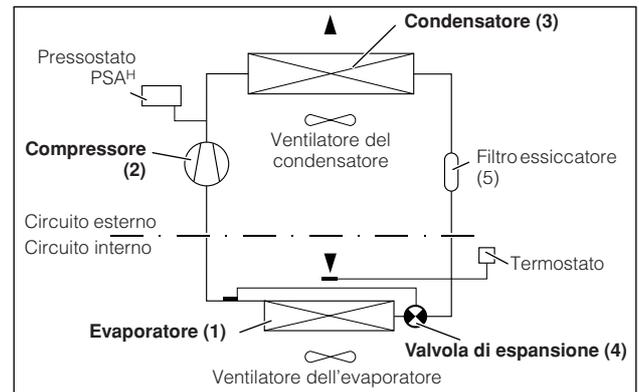

Fig. 2: Circuito frigorifero
Il condizionatore (impianto di raffreddamento a compressore) è costituito da quattro componenti principali (vedi Fig. 2): evaporatore (1), compressore per